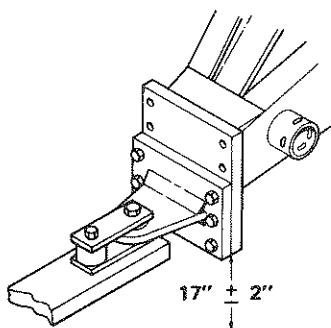
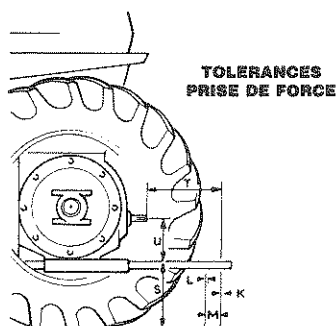

Fig. 1
Fig. 2
2. La barre frontale d'attelage de la presse est ajustable à celle du tracteur. L'attache peut être réglée vers le haut, vers le bas ou subir une rotation de 180 degrés afin d'obtenir la position voulue, Fig. 1. Se conformer aux normes ASE (American Society of Agricultural Engineers) pour éviter tout risque de dommages à l'équipement, Tableau 2 & Fig. 2. Des mesures différentes sont requises selon les dimensions de la prise de force tracteur.
3. Suivre la Fig. 1 pour attacher la presse au tracteur. La distance entre le bas du montant de l'attache et le sol doit être de 17" (43 cm), avec une tolérance de 2" (5 cm). S'assurer que toutes les attaches sont bien fixées, dans une position correcte.